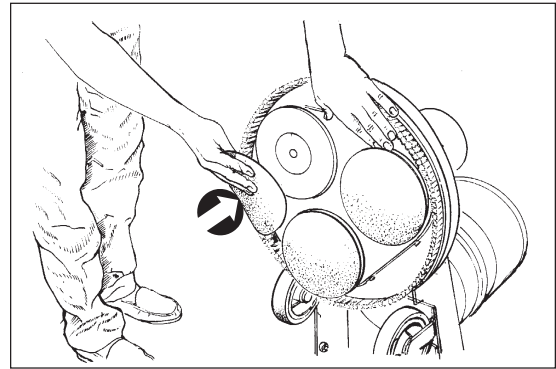

Abbildung 12
10. Installieren oder ersetzen Sie das Schleifpapier bzw. das Draht-Schleifmaterial und den Pad. Sandpapier, Draht-Schleifmaterial oder Pad müssen ersetzt werden, falls sie Risse aufweisen, abgenutzt oder stumpf sind. Der Pad sollte ersetzt werden, wenn er weniger als 3 mm Profil aufweist. Gehen Sie zum Installieren oder Ersetzen des Schleifpapiers, des Draht-Schleifmaterials oder des Pads wie folgt vor (siehe Abbildung 12):